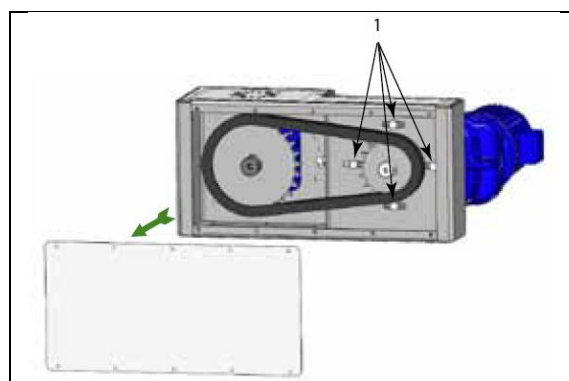

Рис. 2
Цепь следует натягивать с одной стороны, следя за тем, чтобы угол отклонения ненапряженной стороны цепи составлял +/-2% межцентрового расстояния (для этого см. рис. 2).
- снимите картер (рис. 2);
- ослабьте крепежные болты (1) понижающего механизма (рис. 2)